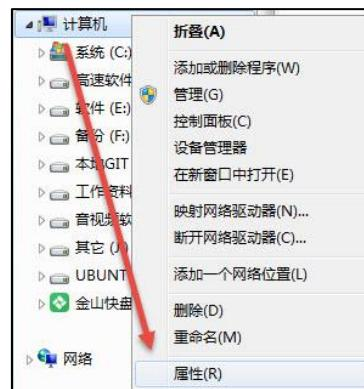

图 49-6 计算机属性页面
(1) 右键电脑系统的“计算机图标”，在弹出的菜单中选择“属性”，见图 49-6；